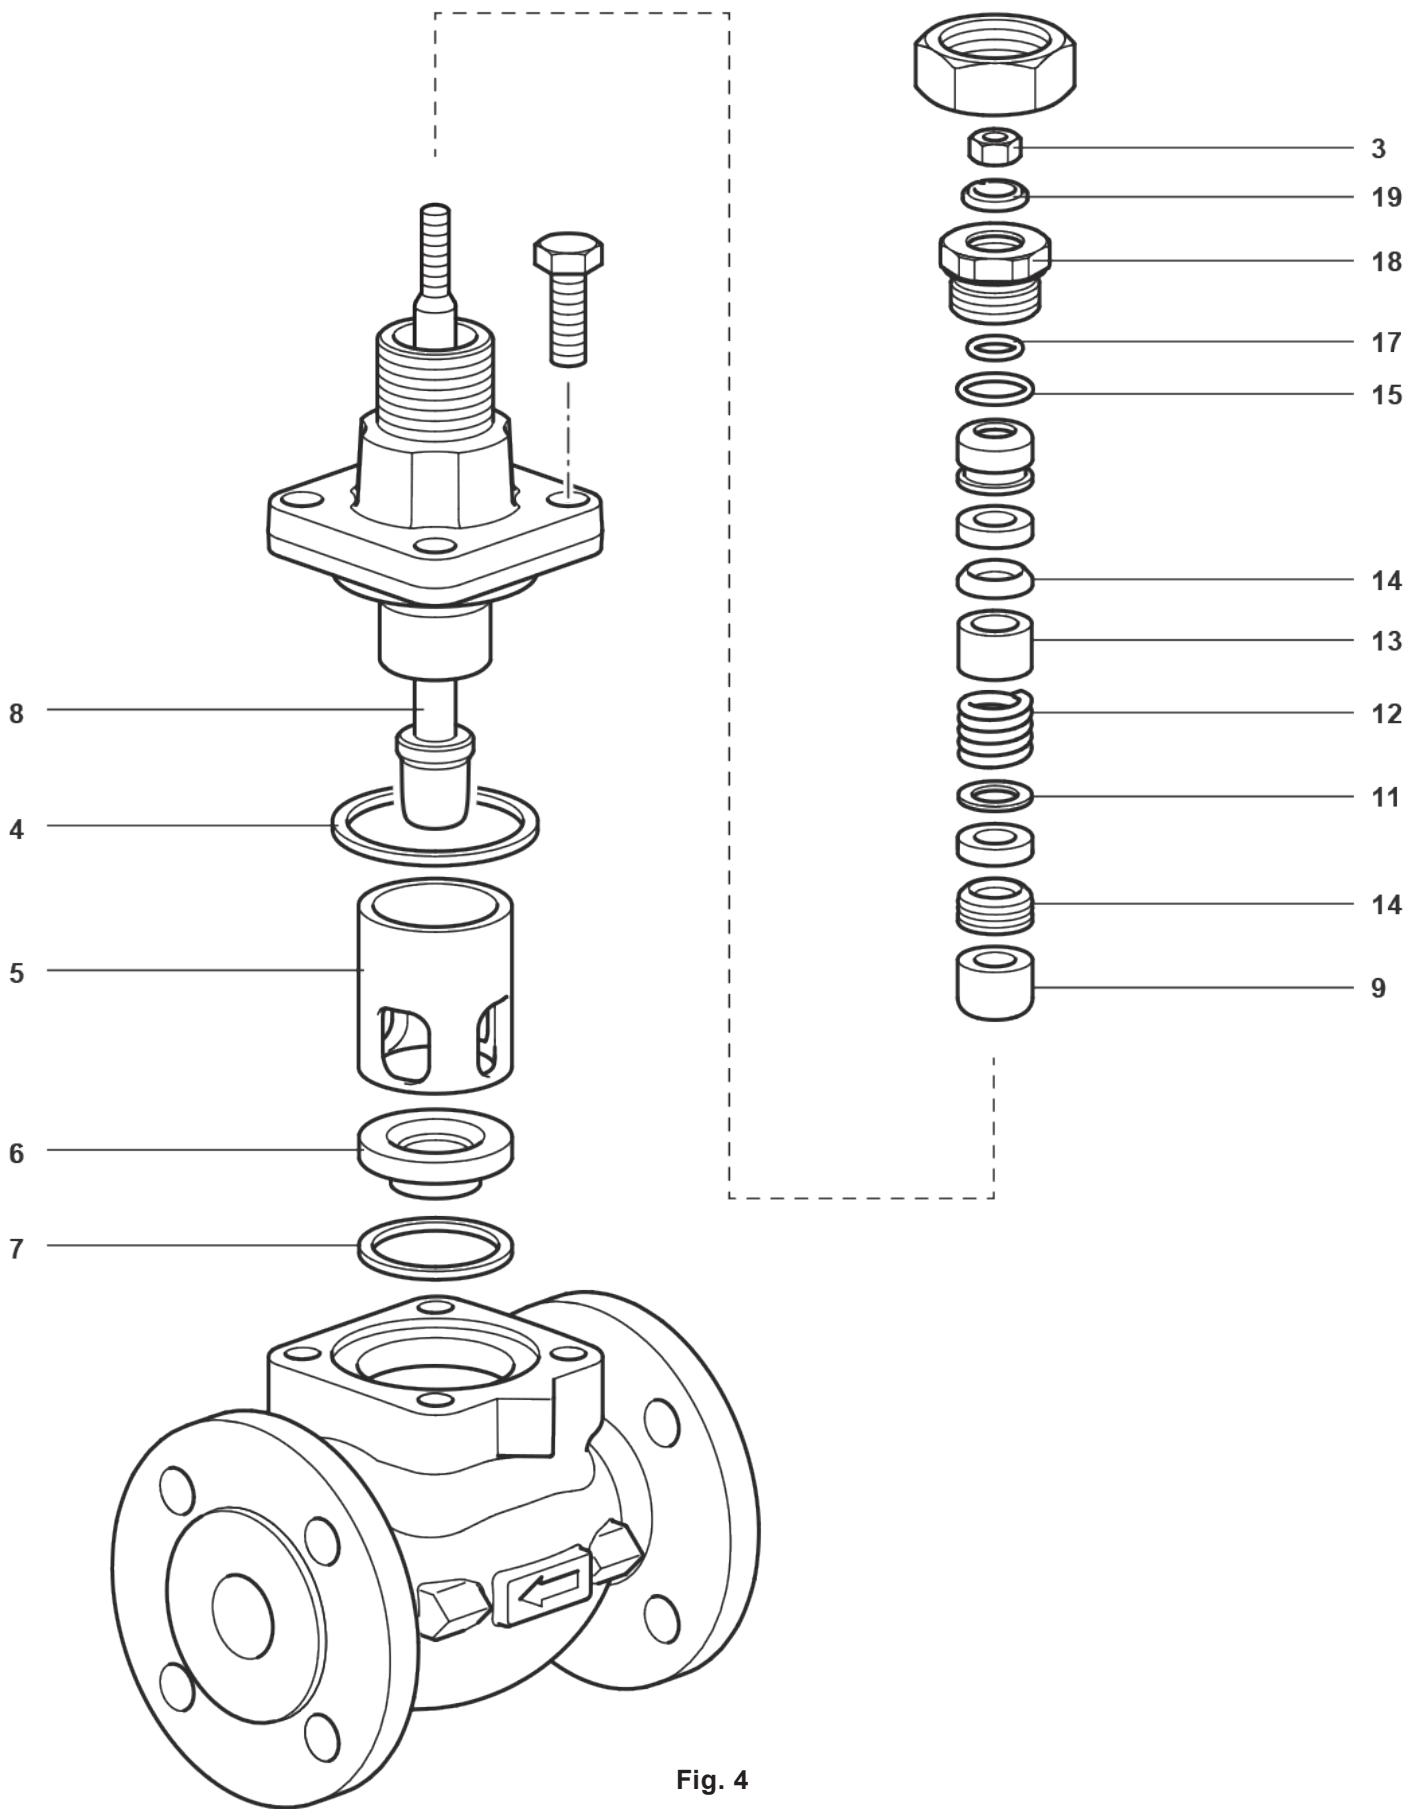

Fig. 4
- Dévisser et enlever les boulons de chapeau (27).
4.4 Remplacement des garnitures d'étanchéité en PTFE (voir Fig. 4)